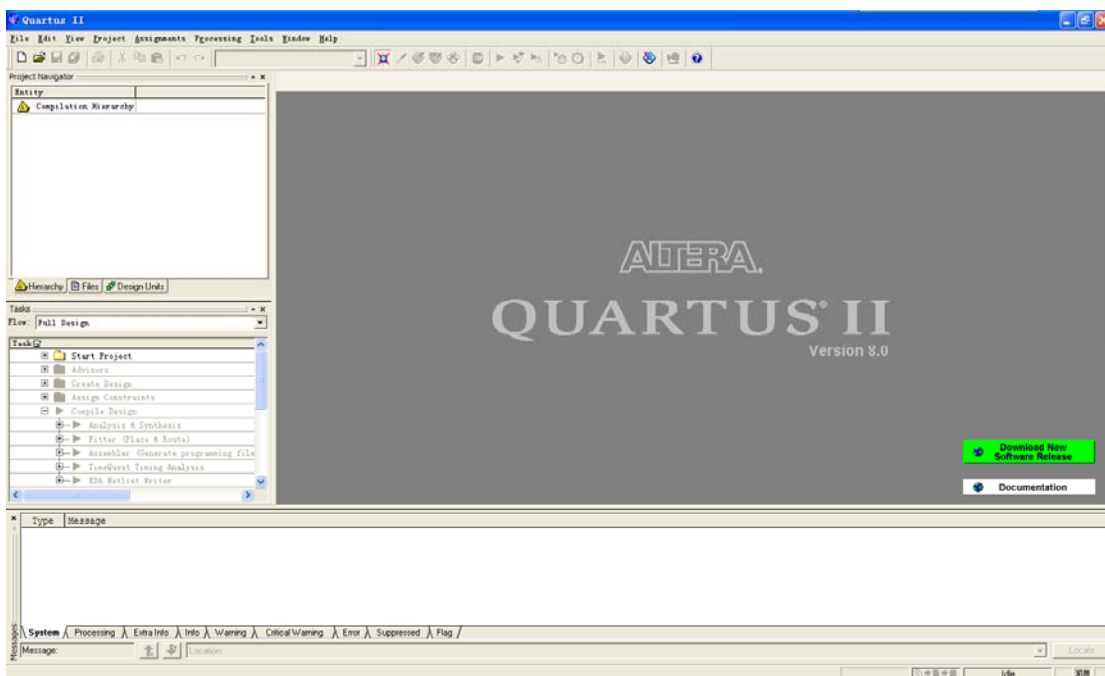

图 3-1 Quartus II 工作环境界面
1. 打开 Quartus II 工作环境，如图 3-1 所示。